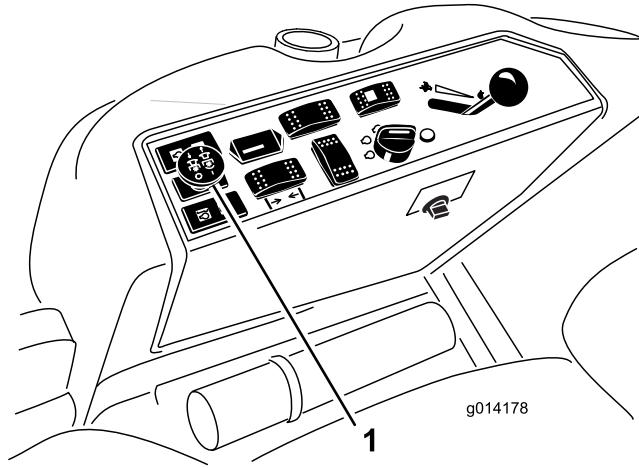

Рисунок 15
- Потяните выключатель механизма отбора мощности, чтобы включить его (Рисунок 15).